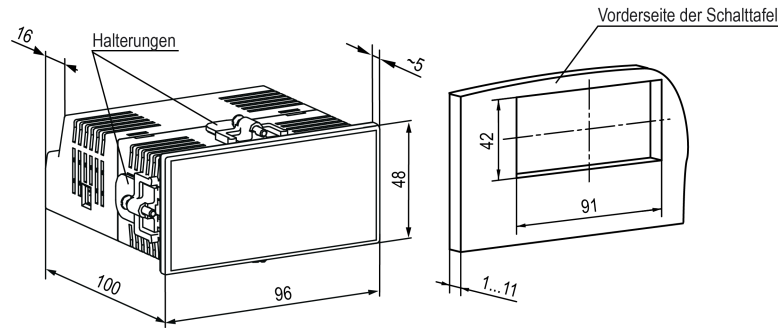

Abb. 4.5 Abmessungen des P2-Gehäuses und des Montageausschnitts
1. Bereiten Sie mit Hilfe einer Schablone aus dem Lieferumfang einen Montageausschnitt in der Schalttafel für den Einbau des Geräts vor (siehe Abb. 4.5).
Die Abmessungen des in Abb. 4.5 dargestellten Montageausschnitts in der Schalttafel sind so gewählt, dass an der Vorderseite der Schalttafel IP54 gewährleistet ist. Bei der Vorbereitung des Ausschnitts ist es empfehlenswert, die Besonderheiten des verwendeten Werkzeugs zu berücksichtigen.